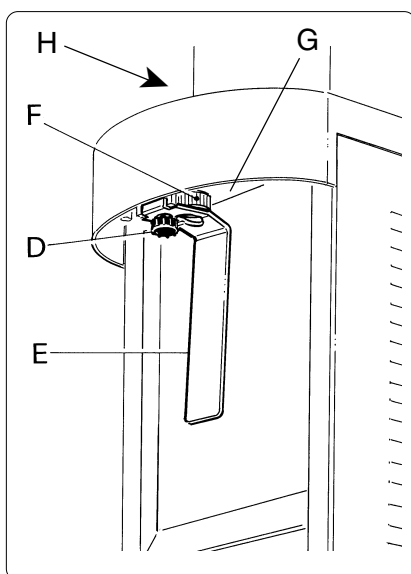
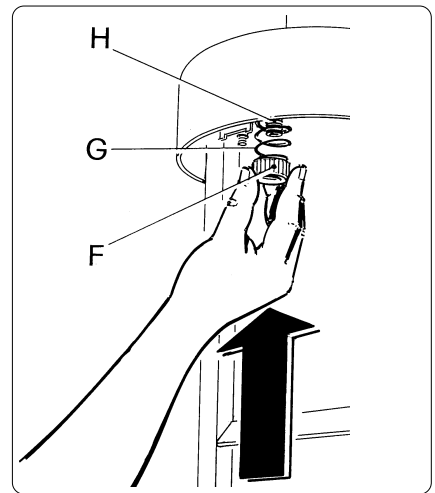

Abb. 5
Abb. 6
- Den Hahn wie folgt ausbauen (Abb. 5): den Knauf (D) abschrauben, den Hebel (E) herausziehen, die Zahnscheibe (F) und die Feder (G) abschrauben; anschließend die Buchse (H) am oberen Teil herausnehmen.
- Die Schale (A), den Mischflügel (C) und alle Bauteile, die den Hahn bilden, sorgfältig mit warmem Wasser und Spulmittel reinigen.
- Beim Wiedereinbau des Hahns wie folgt vorgehen (Abb. 6, 7 und 8):
- die Buchse (H) von oben einsetzen;
- von unten die Feder (G) und die Zahnscheibe (F) einsetzen, nach oben drücken und gleichzeitig in Gegen-